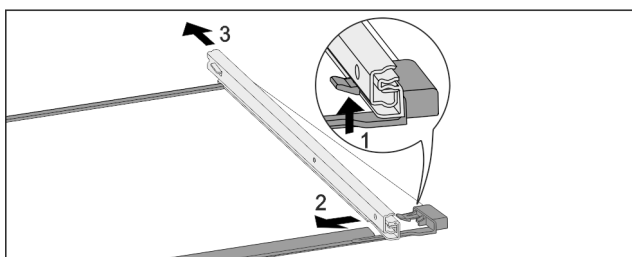

Fig. 174 Скляна пластина з рейками
- ▶ Натиснути передній гачок-фіксатор вгору. Fig. 174 (1)
- ▶ Виштовхніть виїзну рейку в сторону Fig. 174 (2) та назад Fig. 174 (3).